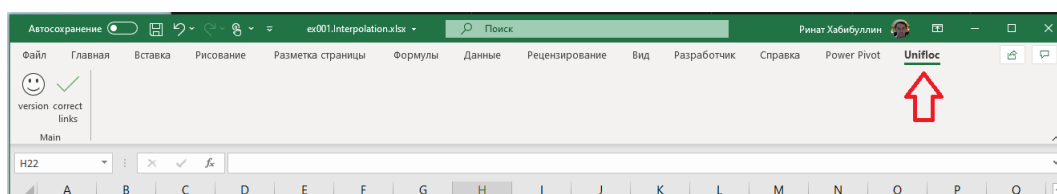

Рис. 1.1 — Открытая панель Unifloc
1. Для работы с примером должна быть запущена надстройка Unifloc 7.17 VBA. Убедиться, что надстройка запущена можно найдя вкладку Unifloc в панели меню Excel, рис. 1.1.